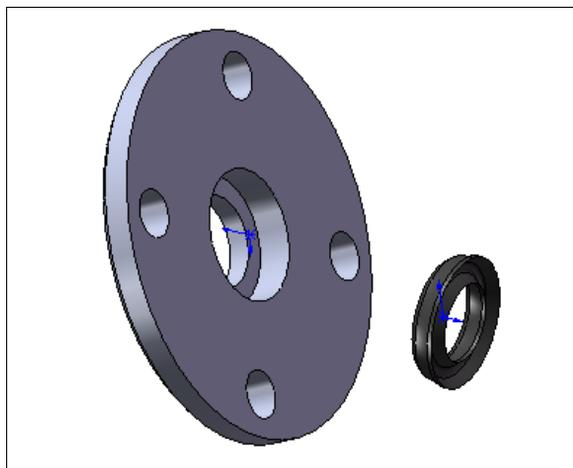

Рис. 6.20
3. Прежде чем задать сопряжения, ориентируем детали в пространстве с учетом конфигурации создаваемой сборки, для этого активизируем кнопку  — **Вращать компонент** и повернем манжету по направлению к крышке (рис. 6.20).